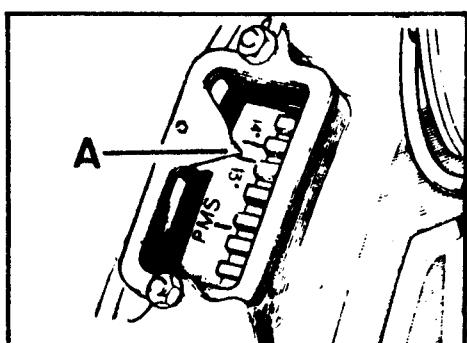
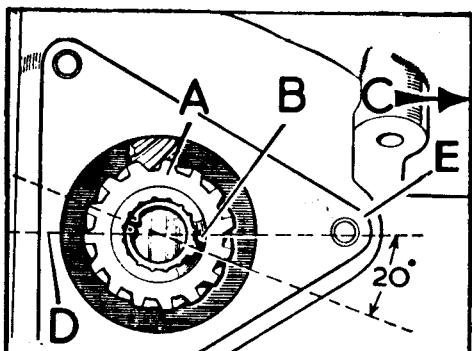

Fig. A1-41 Sincronización de grados de avance en el volante
Fig. A1-42 Posición correcta del piñón de mando para montar la bomba inyectora
- 2.3. Girar el cigüeñal en su sentido normal de trabajo (hacia la derecha) hasta que el índice de referencia para puesta a punto, A (Fig. A1-41), quede alineado entre las marcas 13° y 14° del volante. En esta posición, se comprobará que la estría más ancha, B (Fig. A1-42) del piñón de mando, A, se encuentre orientada a unos 20° por debajo del centro del eje, E. Dicha estría, podría encontrarse al lado totalmente opuesto al citado en la Fig. A1-42, o sea, a 180° de la posición deseada. En este caso habría que dar otra vuelta al cigüeñal colocando nuevamente el índice de referencia en la posición indicada en la Fig. A1-41.